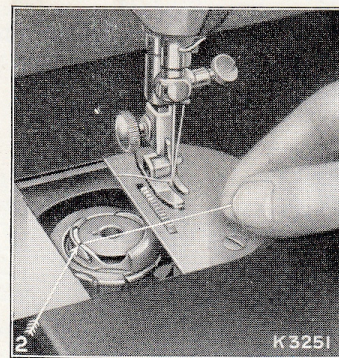

Fig. 6. Ingeregen spoelhuls.
Trek den draad naar U toe tusschen de spoelhuls en de spanningveer, tot hij door de inkeping (2) in de spoelhuls gaat, zooals afgebeeld in Fig. 6.